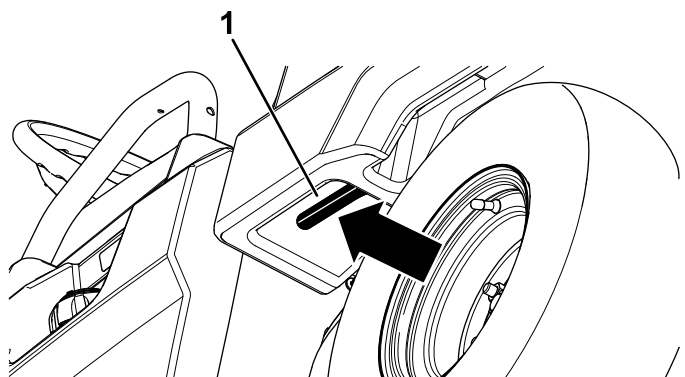

Figura 19
1. Trageți maneta din stânga, în interiorul platformei de încărcare, spre dumneavoastră și ridicați platforma de încărcare (Figura 19).
1. Ridică ușa platformei de încărcare prin ridicarea manetei de blocare (Figura 19).